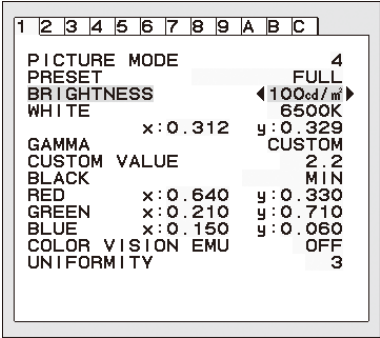

图 .3
2. 设置暗度级别。这是当环境光线较暗时显示器能下降的最小亮度级别。当设置此级别时，确保室内处于最黑暗状态。然后使用正面按钮将光标上移至 BRIGHTNESS（亮度）设置。选择所需的亮度级别（图 .3）。